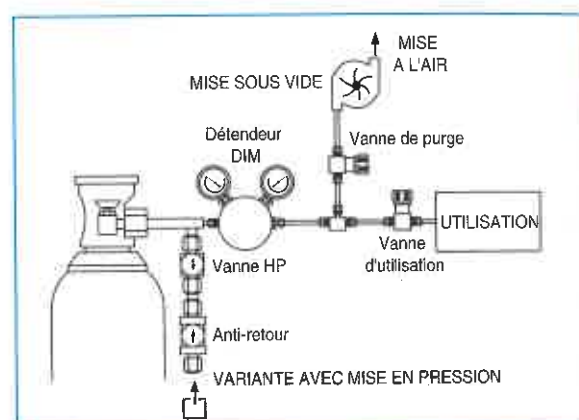

Figure 3
- Vidange sous vide sans mise en pression (fig. 3).
- Vidange sous vide avec mise en pression d'argon (fig. 3)